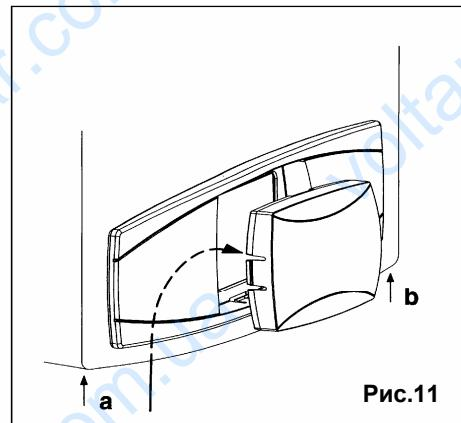

Рис.11
1. Отвинтить два винта (**a - b** рис.11), которые фиксируют корпус котла;
2. Слегка приподнять корпус и рукой выдавить наружу крышку передней панели (рис.11);
4. Закрыть корпус котла, прикрепить его винтами к котлу (рис.11).
1. отвинтить два винта (**a - b** рис.11), которые фиксируют корпус котла;